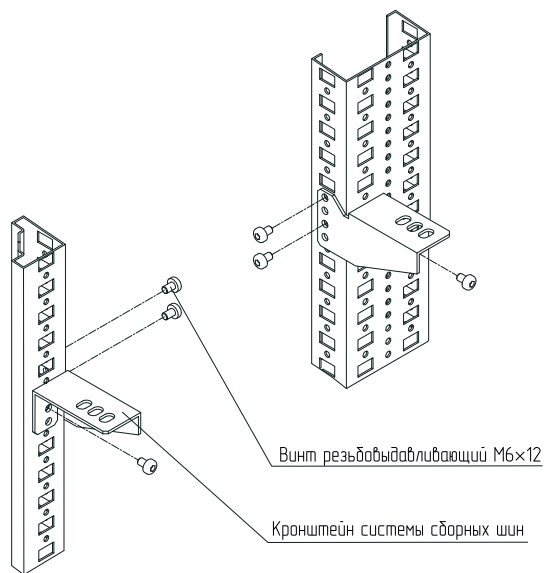

Рисунок 2
– вариант 1. Приложить Кронштейн системы сборных шин к стойке каркаса и закрепить винтами M6×10 (рисунок 2). Момент затяжки – 7 Н·м.
– вариант 2. Приложить Кронштейн системы сборных шин к стойке дополнительной вертикальной и закрепить винтами М6×10 (рисунок 2). Момент затяжки – 7 Н·м.